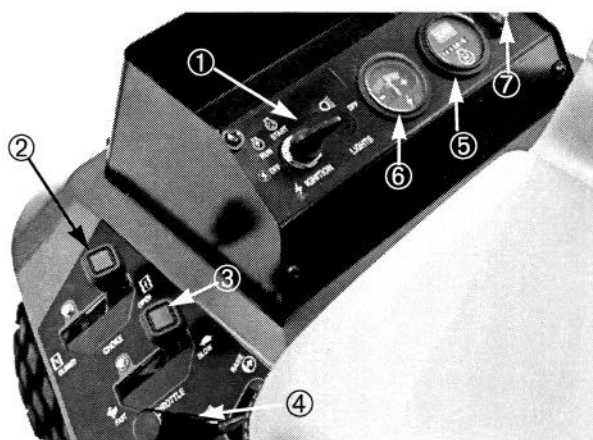

Figure 7
**Commutateur à clé** (Fig. 7)—Trois positions pour démarrer et arrêter le moteur: OFF (ARRET), RUN (MARCHE) et START (DEMARRAGE). Tourner la clé dans le sens des aiguilles d'une montre (START) pour actionner le moteur de démarrage. Lorsque le moteur démarre, relâcher la clé qui revient automatiquement sur ON. Pour couper le moteur, tourner la clé dans le sens contraire des aiguilles d'une montre, jusqu'à OFF.
**Starter** (Fig. 7)—Pour démarrer un moteur froid, fermer le starter du carburateur en déplaçant la commande en avant jusqu'à la position "CLOSED" (FERME). Lorsque le moteur a démarré, régler le starter afin que le moteur tourne régulièrement. Ouvrir le starter dès que possible, en tirant la commande jusqu'à la position "OPEN" (OUVERT). Un moteur chaud n'a pas ou pratiquement pas besoin de starter.
**Commande des gaz** (Fig. 7)—Levier de commande relié à la timonerie d'accélérateur au carburateur. Deux positions: SLOW (LENT) et FAST (RAPIDE). Le régime du moteur peut être modifié entre ses deux positions.
**Compteur horaire** (Fig. 7)—Indique les heures cumulées d'utilisation de la machine et se déclenche quand la clé de contact est mise sur ON.
**Ampèremètre** (Fig. 7)—Indique le niveau de charge ou de décharge de la batterie.
**Levier de relevage** (Fig. 7)—Tirer/abaisser le levier pour relever/abaisser l'accessoire. Quand la position désirée est atteinte, relâcher le levier qui revient au point mort.